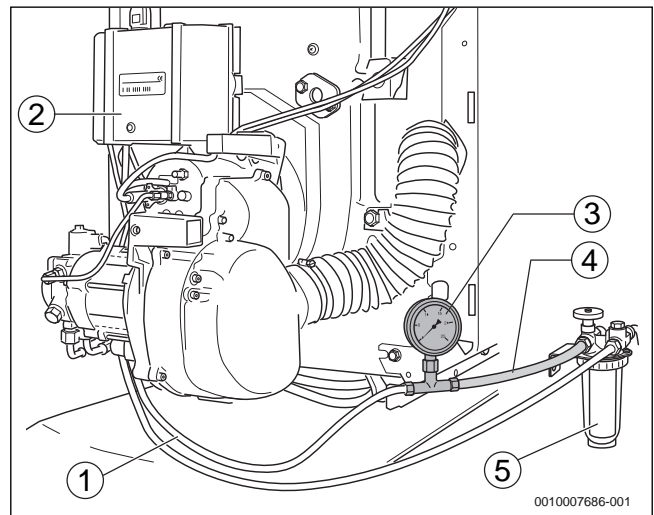

Рис. 19 Топливный фильтр, вакуумметр и прозрачный шланг
- ▶ Подсоедините вакуумметр (→ рис. 19, [3]) с прозрачным шлангом (→ рис. 19, [4]; дополнительное оборудование) между топливным фильтром (→ рис. 19, [5]) и всасывающим топливопроводом (→ рис. 19, [1]).
- ▶ Контролируйте отсутствие пузырьков воздуха во всасываемом топливе, идущему по прозрачному шлангу (→рис. 19, [4]).
- ▶ Закройте запорный кран на топливном фильтре (→рис. 19, [5]) и демонтируйте прозрачный шланг (→рис. 19, [4]) с вакуумметром (→рис. 19, [3]).
- ▶ Подсоедините всасывающий топливопровод (→рис. 19, [1]) к штуцеру на топливном фильтре.